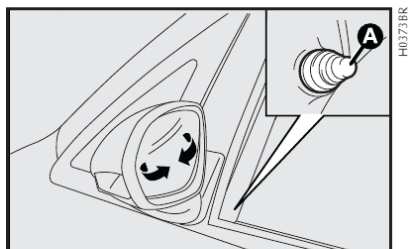

fig. 20
**Com regulagem interna - fig. 20**